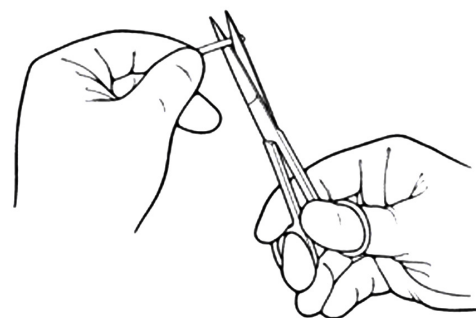

Figure 4-30. Sertir les tubulures
1. À l'aide de ciseaux propres et tranchants, couper les tubulures avec précision selon l'anatomie du patient. (Figure 4-30)